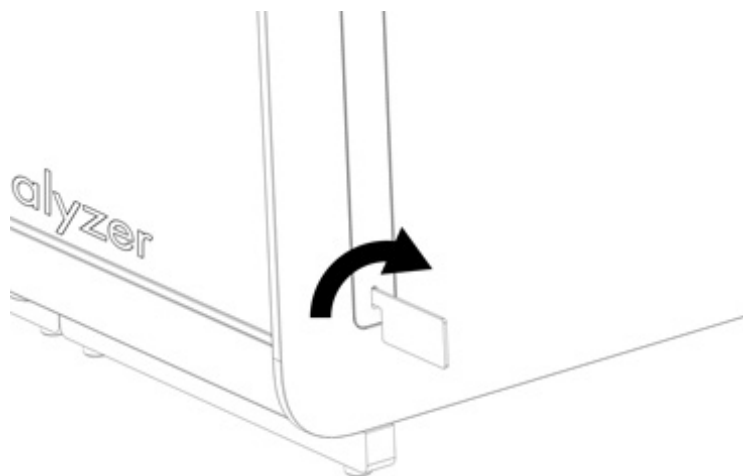

Bild 5. Ta bort skyddshöljen.
2. Ta bort skyddshöljerna från sidan av den analytiska enheten med borttagningsverktyget för den analytiska enheten som medföljde QIAstat-Dx Analyzer 1.0 (bild 5).